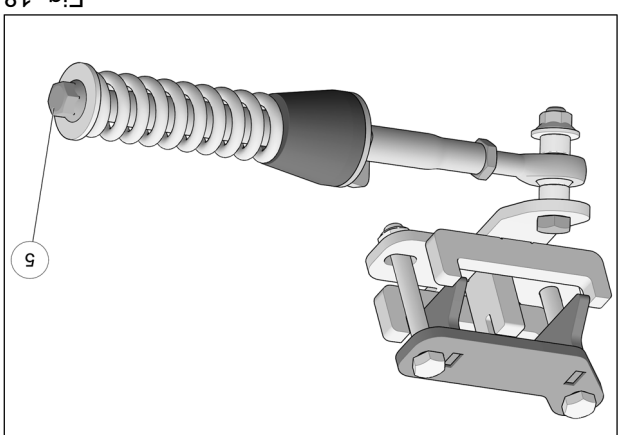

Fig. 18
9. Vérifier que le boulon du ressort (5) est serré au couple recommandé : 75 Nm [55 lb-pi]. Voir Fig. 18